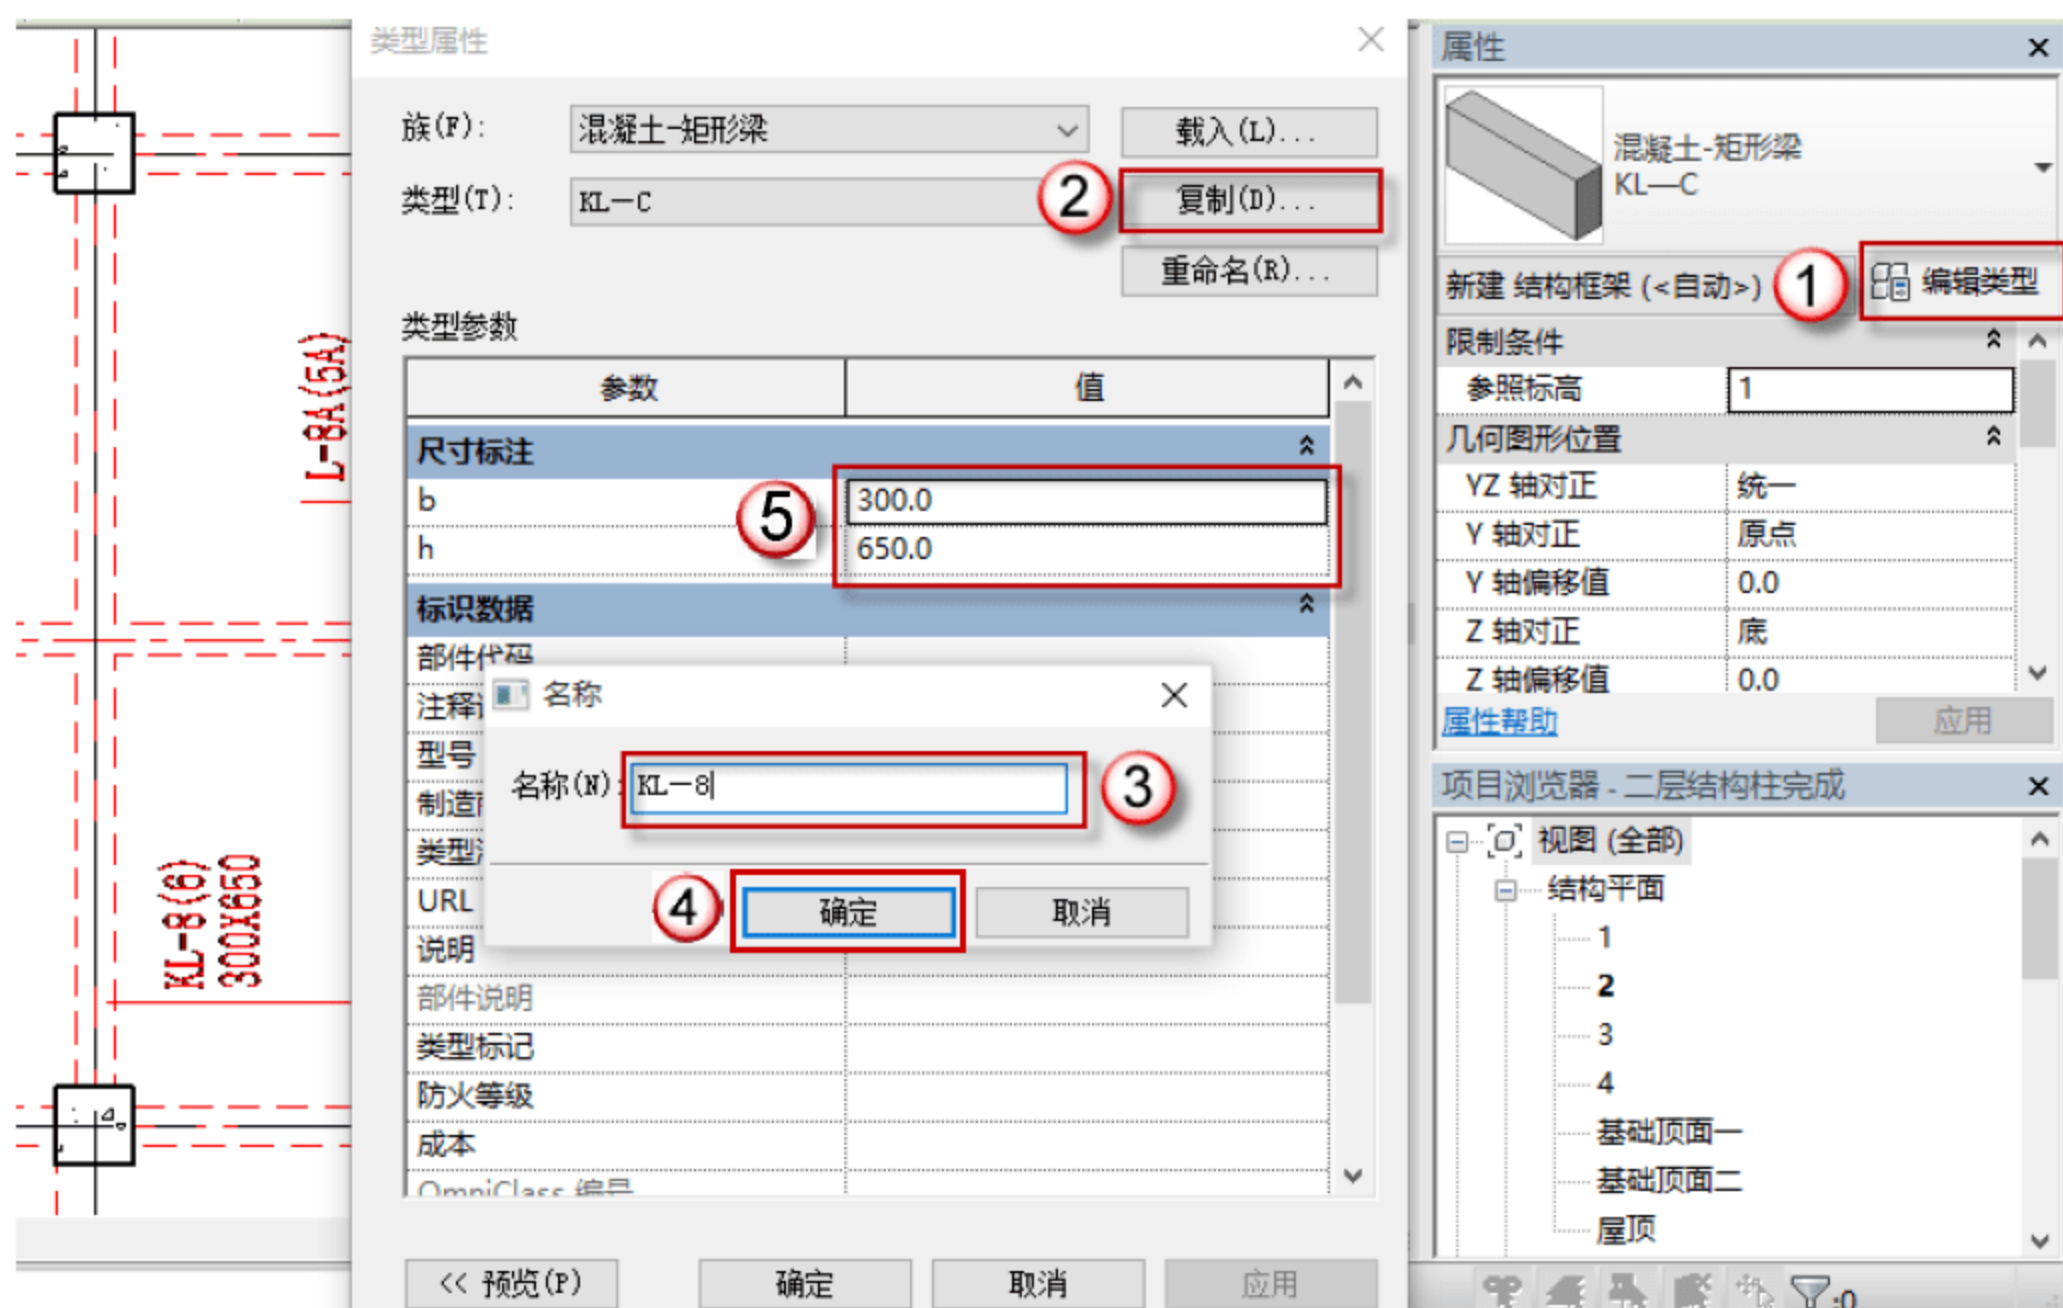

图 4.2.48 设置 KL-8 参数
(23) 设置矩形梁 KL-8 参数，按快捷键 B+M，出现绘制的界面，单击“编辑类型”按钮，在弹出的对话框中单击“复制”按钮，再在弹出的对话框中命名新的族 KL-8，单击“确定”按钮。在“尺寸标注”栏中设置参数，如图 4.2.48 所示。